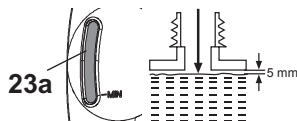

Fig. 14
- Remplissez toujours le réservoir au moins jusqu'au repère « MIN » de la fenêtre de niveau d'huile (23a), mais ne le remplissez pas trop non plus, et laissez un espace d'environ 5 mm en haut du réservoir pour permettre l'expansion (Fig. 14).
- Vérifiez la fenêtre de niveau d'huile (23a) avant le démarrage et régulièrement pendant le fonctionnement. Remplissez le réservoir lorsque le niveau d'huile arrive en bas de la fenêtre de niveau d'huile (23a) (Fig. 14).
- Si vous avez renversé du lubrifiant, essuyez-le à l'aide d'un chiffon doux, puis remettez le bouchon du réservoir d'huile (23) en place.